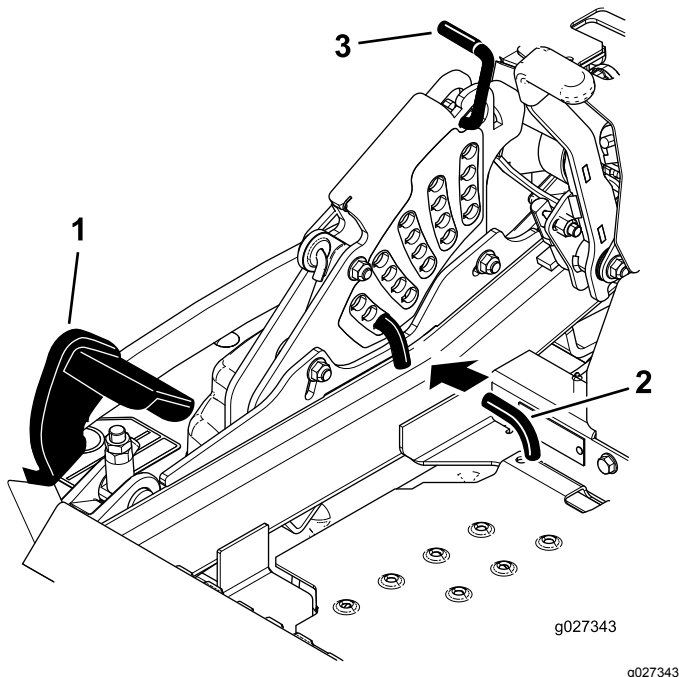

Figura 98
- Empuje el pedal de elevación de la carcasa hacia delante del todo; la carcasa se enganchará en la posición de transporte de 14 cm (5½") (Figura 98).